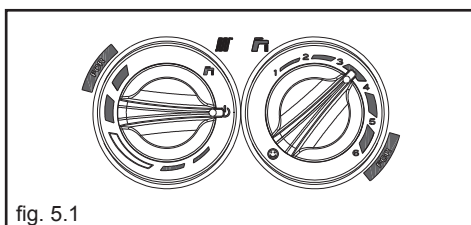

fig. 5.1
In caso di brevi assenze posizionare il selettore di funzione su ⏻ (OFF) (fig. 5.1).
In caso di assenze prolungate posizionare il selettore di funzione su ⏻ spento (OFF) (fig. 5.1).
- posizionare il selettore di funzione su  (OFF - fig. 5.1)